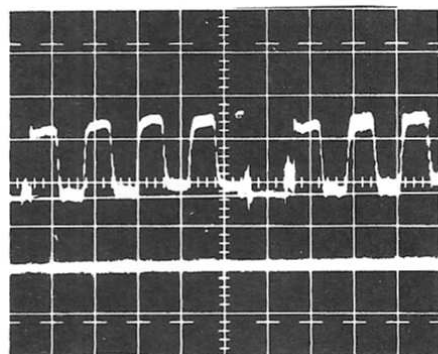

Fig 8
- Brancher la sonde de l'oscilloscope (sensibilité 500 mV/div.) sur l'anode de la diode 553, voie bleue, et régler le potentiomètre de saturation afin d'obtenir tous les créneaux au même niveau (fig. 8).